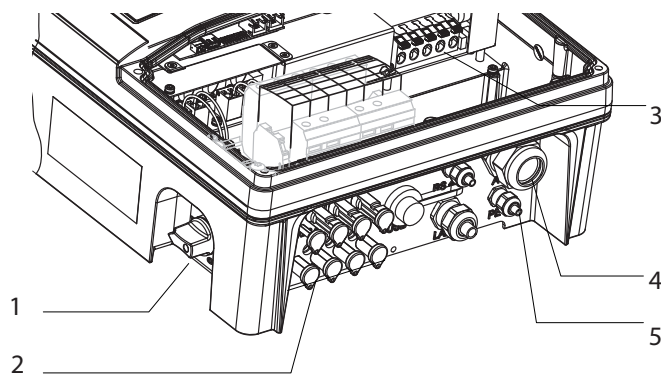

Figura 7: Área das ligações: ligação eléctrica
- 6. Ligue os fios de acordo com a identificação nos terminais da placa de circuito impresso (Figura 7 na página 68).